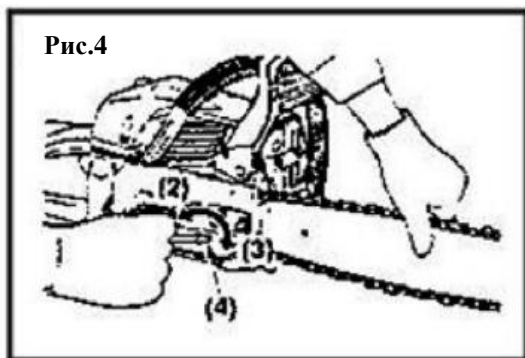

Рис.4
Чтобы увеличить натяжение цепи, возьмите за носок пильной шины и поверните регулировочный винт (4) Рис.4 по часовой стрелке. Поворот винта против часовой стрелки позволит вам ослабить натяжение. Убедитесь, что цепь плотно прилегает к пильной шине.
- Вручную ослабьте гайку на крышке. Ослабьте натяжение цепи, плавно поворачивая регулировочный винт (4) Рис.4 против часовой стрелки.